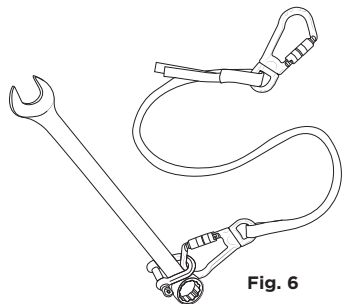

Fig. 6
8. Attach a tool lanyard to complete an appropriate tethering system [fig. 6].
- Acople una cuerda de amarre para herramientas para que el sistema de anclaje sea el adecuado [fig. 6].